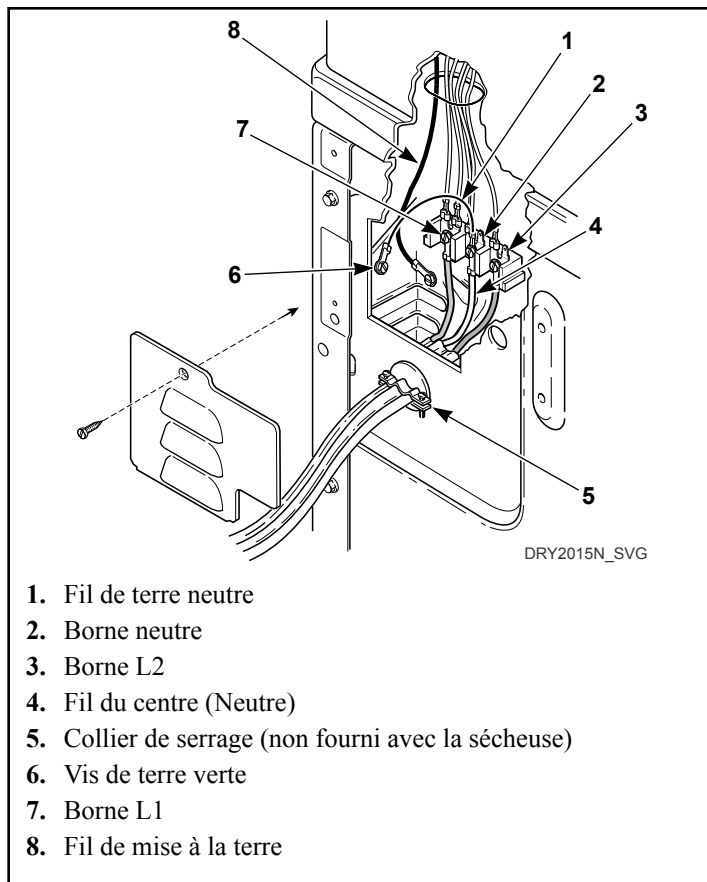

Figure 25
6. Utiliser les trois vis argentée enlevée à l'étape 3 pour attacher les fils du nouveau cordon d'alimentation et l'autre bout du fil de terre vert au bornier comme indiqué à la Figure 25 .